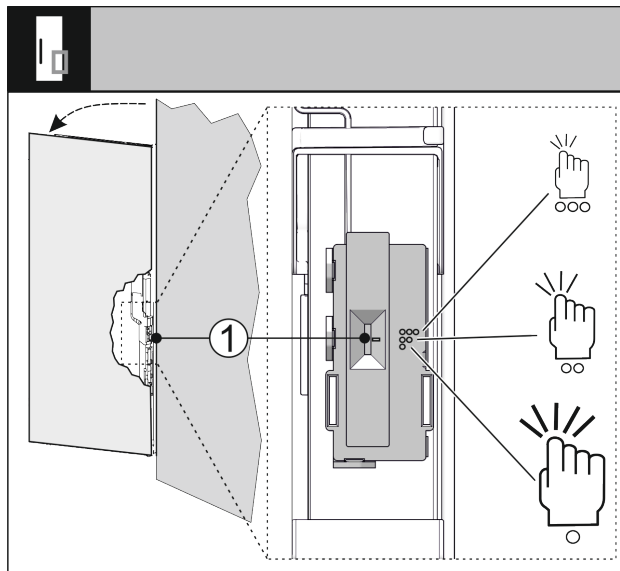

Fig. 71
Te saate koputussensori tundlikkust lülitilt Fig. 71 (1) seadistada. Lülitit asub šarniirikuljel ukse alumises kolmandikus.
► Lükake lülitit Fig. 71 (1) soovitud lülitusasendisse.